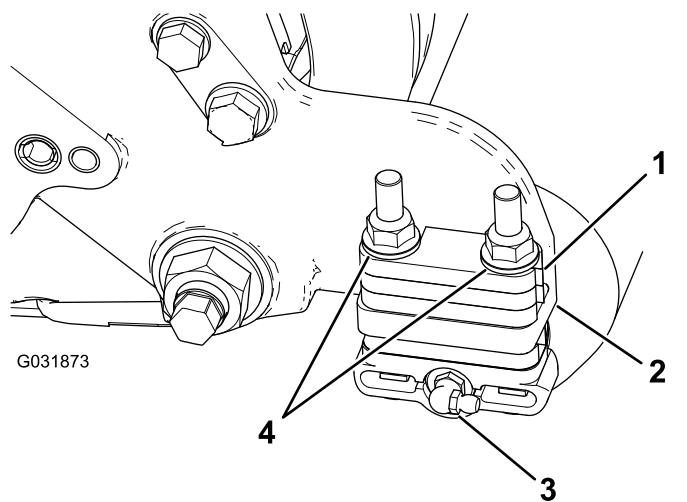

図 7
1. ローラブラシハウジングのついているカッティングユニットの側面からグリスフィッティングを外す 図 7。
3. 各ローラブラケットをサイドプレートに固定している 2 本のフランジロックナットを外す 図 7。